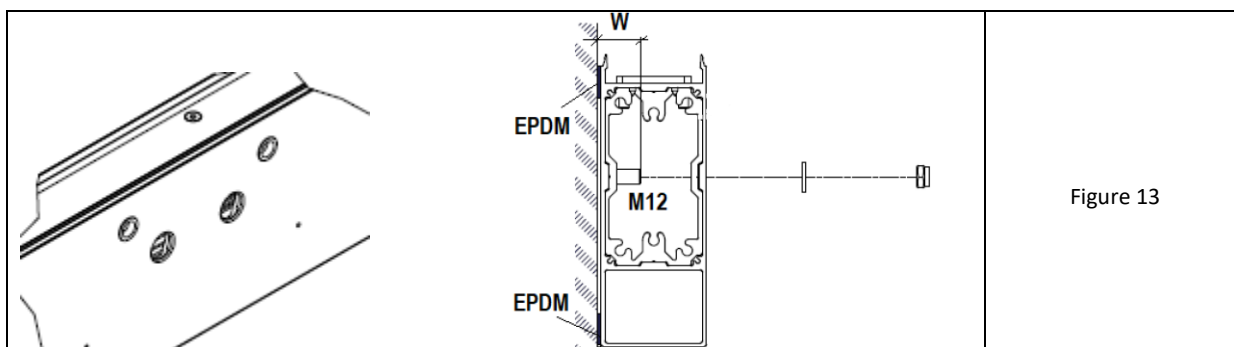
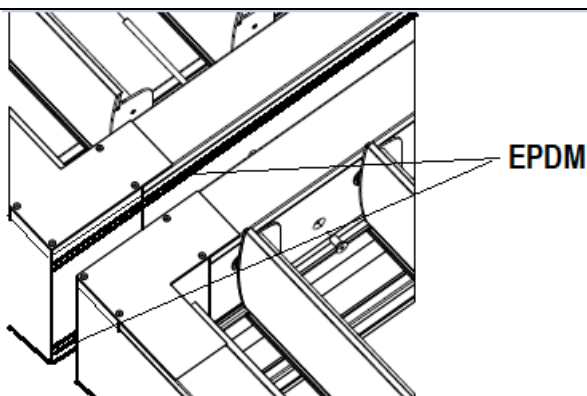

Figure 13
Figure 16
11. Sur la paroi extérieure des poutres adjacentes à la maçonnerie, après dégraissage, appliquer des bandes d'écartement autocollantes en EPDM sur les bords supérieurs et inférieurs (Fig. 13-droite). Ceci est nécessaire afin de pouvoir retirer ultérieurement la révision sans l'endommager.
12. Placez le cadre dans la position cible. A l'endroit où la poutre est ancrée au mur, déterminer la position des ancrages en fonction de la disposition des trous d'ancrage sur la face arrière de la poutre (Fig. 13). Deux trous sont percés dans chaque ancrage à une distance axiale de 100 mm.
13. Placer les chevilles de taille M12 (non fournies par SELT) dans le support, en veillant à ce qu'elles soient nivelées ensemble et que les distances axiales soient maintenues conformément au schéma de perçage de la poutre. Respecter l'espacement correct entre les chevilles et la face du mur dans la plage  $W = \text{min. } 35 \text{ et max. } 45 \text{ mm}$  (Fig. 13-droite).
1. Appliquer deux bandes de ruban EPDM sur la poutre du cadre de la pergola intégrée du côté du deuxième cadre à ajouter, après avoir dégraissé la surface. Coller les bandes sur le bord supérieur et inférieur de la poutre. Il est recommandé de coller le bord de la bande supérieure sous le verrou de révision (Fig. 16 et coupe transversale de la Fig. 13) - pour un accès ultérieur à l'intérieur de la poutre.